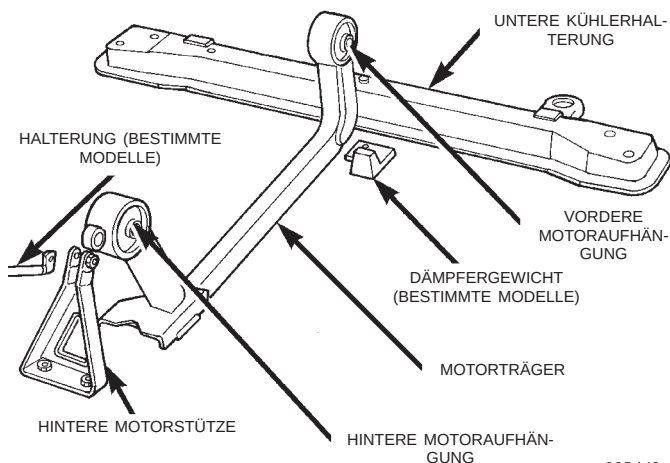

Abb. 25 Motorträger
- (1) Fahrzeug anheben.
- (2) Durchsteckschraube aus hinterer Aufhängung herausdrehen und Schrauben, mit denen der Motorträger am Querträger befestigt ist, herausdrehen.
- (3) Obere Befestigungsschraube aus hinterer Motorstütze herausdrehen (Abb. 25).
- (4) Vordere Schrauben, mit denen der Motorträger an der unteren Kühlerhalterung befestigt ist, herausdrehen.
- (5) Kühlereinheit abstützen.
- (6) Schrauben der unteren Kühlerhalterung herausdrehen und Halterung ausbauen.
- (7) Durchsteckschraube aus vorderer Aufhängung herausdrehen und Träger ausbauen.